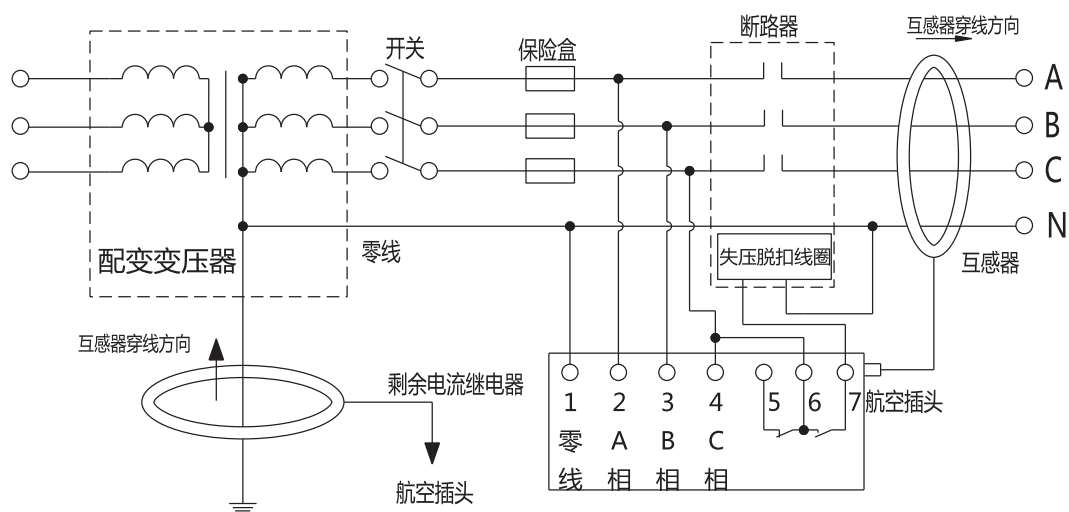

图11 RDJD8 触点输出型AC220V失压脱扣断路器接线图
5.4 剩余电流动作继电器案例电气原理图 (见图6~图11)